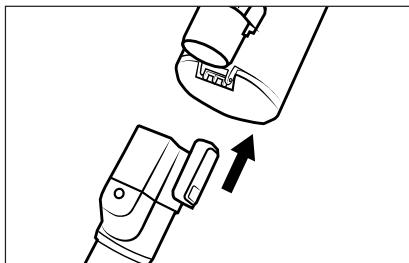

Fig. 1
- Infilare il tubo di aspirazione **23** nell'apparecchio fino a quando non si innesta in posizione con un clic (vedere fig. 1).